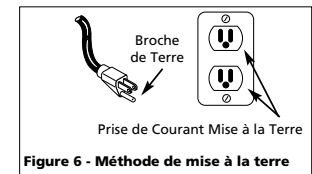

Figure 6 - Méthode de mise à la terre
1. Ce produit est conçu pour l'utilisation d'un circuit de 120 volts et a une fiche de mise à la terre comme celle indiquée sur la Fig. 6. Brancher ce produit seulement à une prise avec la même configuration de la fiche. Ne pas utiliser un adaptateur avec ce produit. Dans l'événement d'un court-circuit, la mise à la terre diminue le risque de secousse électrique en fournissant un fil d'échappement pour le courant électrique. Ce produit est équipé d'un cordon qui a un fil de terre avec une fiche de terre. La fiche doit être branchée dans une prise de courant qui a été installée et mise à la terre correctement en respectant tous les codes et règlements locaux.